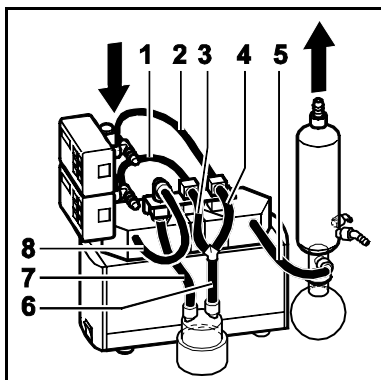

Abb. 18: Verschlauchung
8	Schläuche (siehe Abb. 18) <ul style="list-style-type: none"> ▪ Resistent gegenüber dem genutzten Medium ▪ Innendurchmesser 10 mm ▪ Längen: (1) ca. 320 mm, (2) ca. 260 mm, (3,4) ca. 120 mm, (5) ca. 220 mm, (6) ca. 135 mm, (7) ca. 175 mm, (8) ca. 350 mm
5. System verschlauchung (siehe Abb. 18).